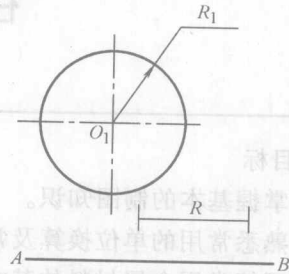

图 1-4 圆弧和直线间的圆
1) 已知连接圆弧的半径为  $R$ , 并使该圆弧内切于圆心为  $O_1$ 、半径为  $R_1$  的圆弧和直线  $AB$ , 如图 1-4 所示。